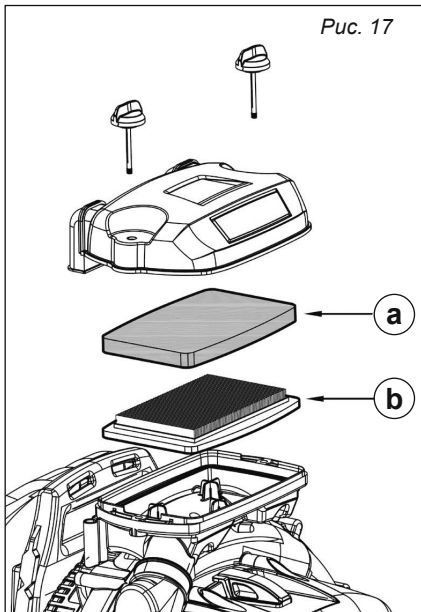

Рис. 17
– Установите на место губчатый фильтр, бумажный фильтр и крышку и затяните фиксаторы (рис. 17).